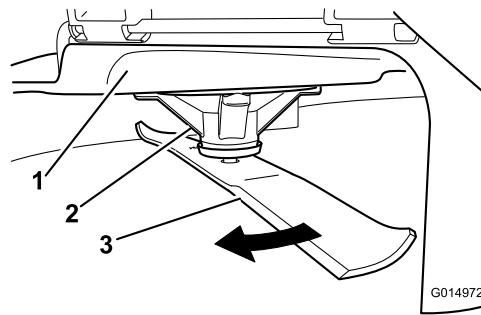

Figura 90
2. Llevando guantes fuertemente accolchados u otro tipo de protección apropiada para las manos, gire la cuchilla lentamente hasta una posición que permita medir la distancia entre el filo de corte y la superficie nivelada en la que descansa la máquina (Figura 90).